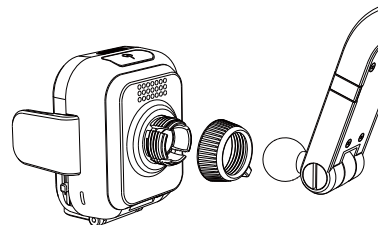

図3
- 3.吸盤ベースを取付面にしっかりと押し付けながら、吸盤の固定レバーを倒し吸盤が固定されたことを確認してください。(図3)